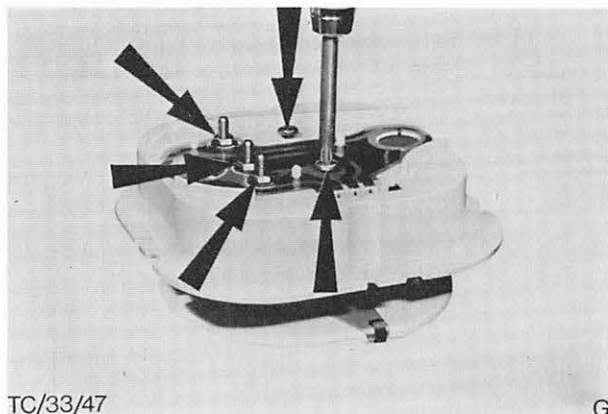

Abb. 18 Befestigungsmuttern und -schrauben — Drehzahlmesser
6. Drehzahlmesser in das Gehäuse einsetzen und ausrichten, dann mit 3 Muttern und Scheiben sowie 2 Schrauben befestigen, Abb. 18.